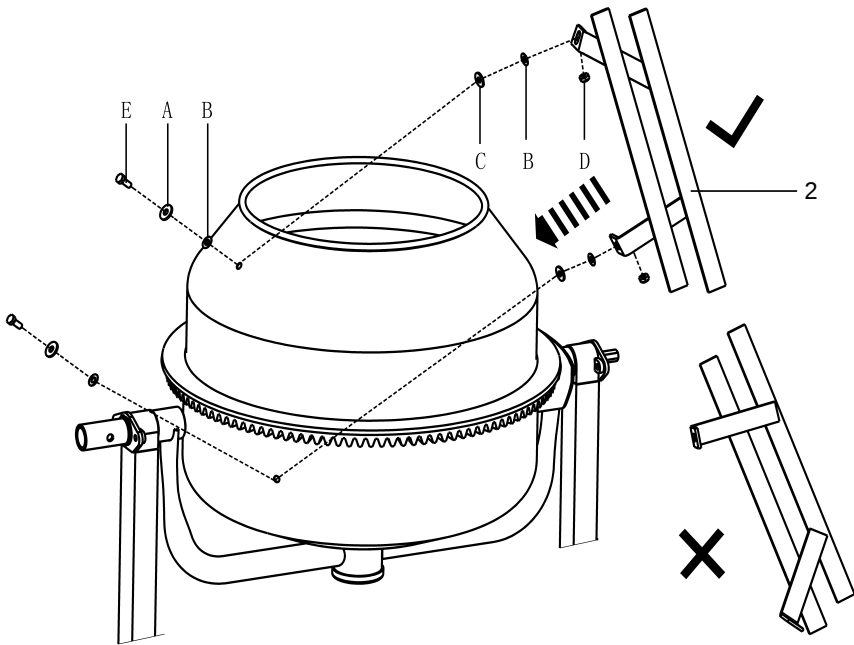

Fig. 7
1. Alinhe os orifícios e monte a lâmina do misturador (2) no conjunto do tambor (1).
2. Afixe a conexão com parafusos (E), rolos (A), rolos finos (B), juntas de borracha (C) e porcas (D) (Fig. 7).